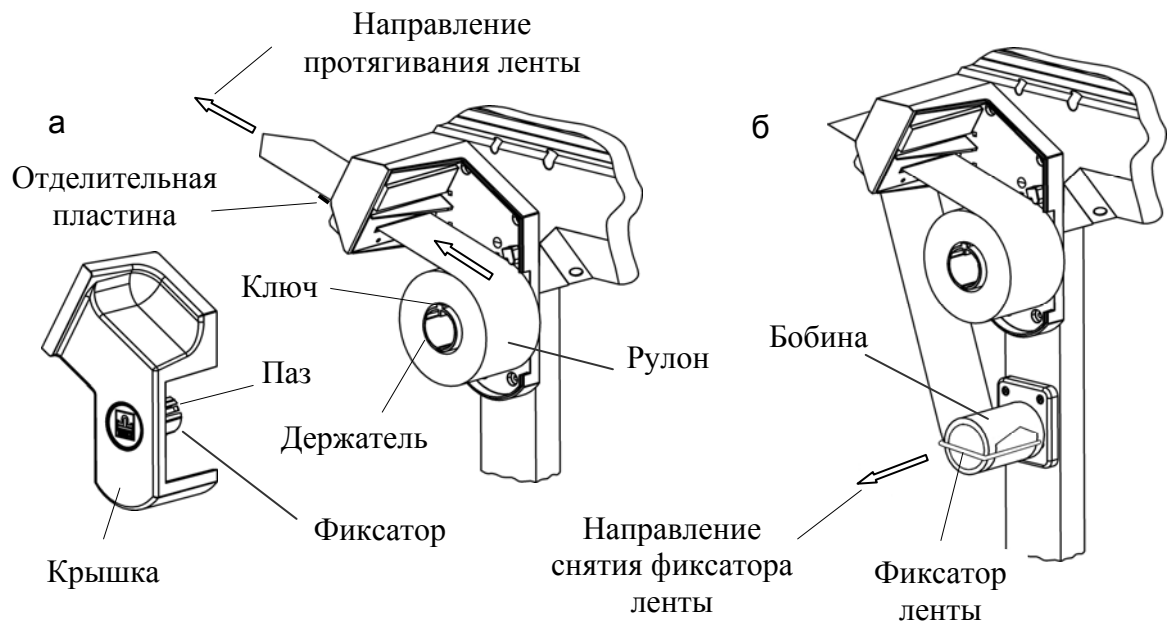

Рисунок 6.1 - Заправка рулона с этикетками:
- рукой взяться за крышку печатающего устройства, и легким рывком снять ее (рис. 6.1а);
- надеть рулон на держатель (рис. 6.1а);
- обеспечивая попадание ключа держателя в паз втулки крышки (рис. 6.1а), надеть до упора крышку печатающего устройства;
- обеспечивая совпадение ключей втулки крышки и держателя (положение ключей показано стрелкой на рис. 6.1а), надеть до упора крышку печатающего устройства;
• потянув рукой за фиксатор в направлении указанном стрелкой (рис. 6.1б), снять фиксатор с бобины вместе с израсходованной лентой (при ее наличии);
- повернуть бобину с лентой на 360° рукой, в направлении указанном стрелкой (рис. 6.1б).